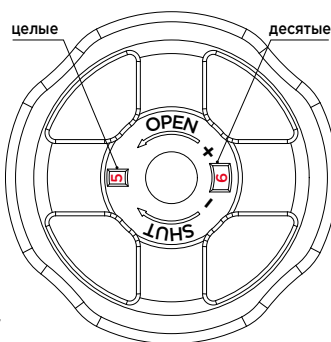

рис. 7
- Откройте клапан до заданного значения, в качестве примера значение индикатора показывает 5,6 (см. **рис. 7**).